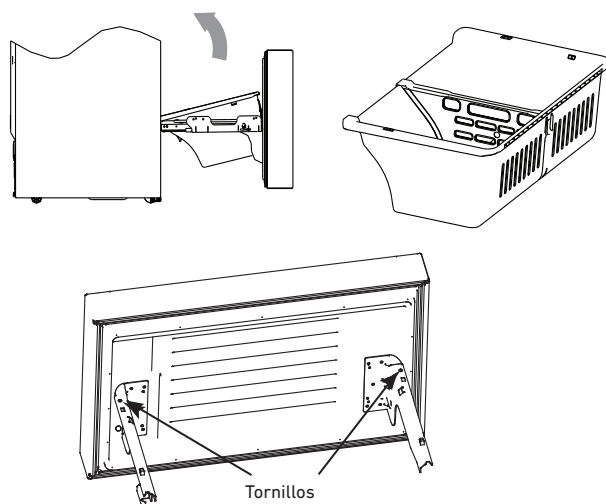

Figura 9
- 5) Quite los tornillos de los rieles laterales derecho e izquierdo con un destornillador y pida a otra persona que sujete el cajón del congelador para ayudarlo. Consulte la Figura 9.